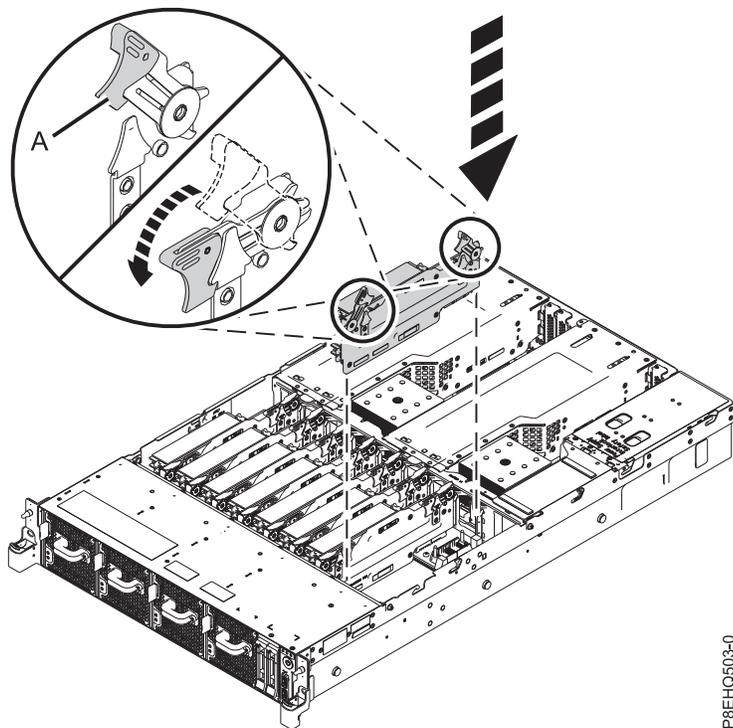

Figura 33. Instalación de una tarjeta de expansión de memoria en el sistema
- a. Asegúrese de que los pestillos de liberación estén abiertos formando un ángulo de unos 60 grados, tal como muestra la (A) de la Figura 33 en la página 28.
- d. Presione los mecanismos de cierre para que queden cerrados. Consulte (A) en la Figura 33 en la página 28.